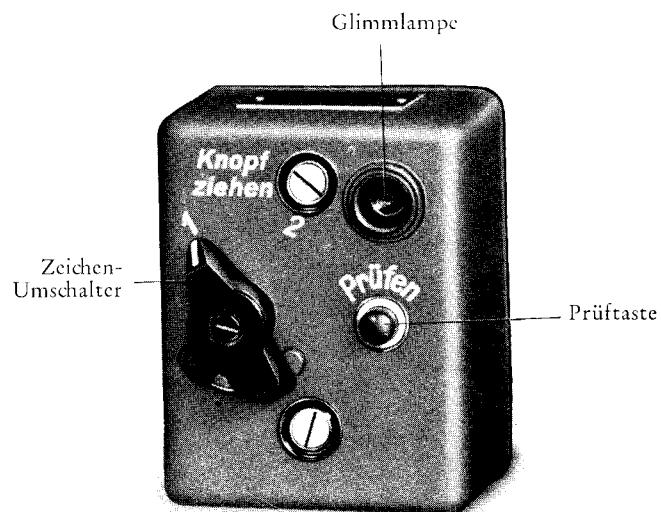

Abb. 14. Vorderansicht des Bedienungsgerätes
**Ausführung** (s. Abb. 14 und 15): Rechteckiges Leichtmetallguß-Gehäuse mit abnehmbarer Haube.